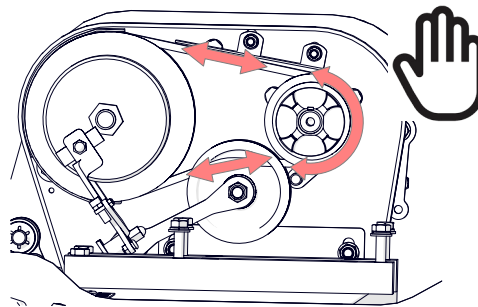

Fig. 15H – Verifique se a tensão é a correta ao mover manualmente a polia.
10. Acione o manípulo da transmissão. Certifique-se de que o eixo de saída roda (manualmente), que a correia se move e que, por sua vez, roda a polia do eixo (Fig. 15H). Para o alcançar, ajuste a tensão do